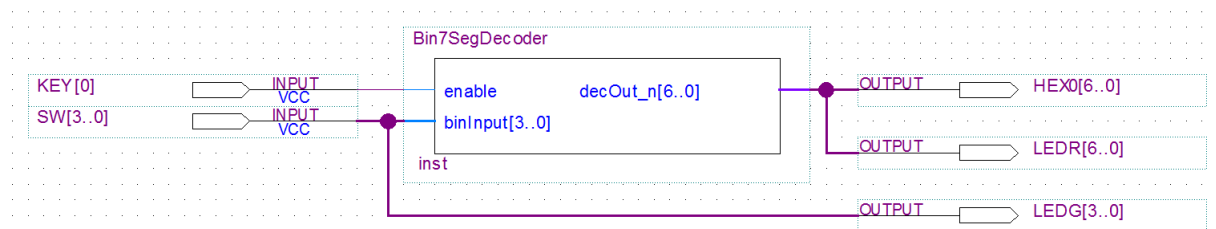

Figura 12 – Instanciação do módulo “Bin7SegDecoder” com *enable* e ligação a pinos da FPGA.
**13.** Edite o módulo *top-level* do projeto (“DisplayDemo.bdf”) para que a entrada *enable* do descodificador seja controlada por um interruptor do *kit* (e.g. KEY(0) – vide Figura 12). Como a interface do módulo “Bin7SegDecoder.vhd” foi alterada, deverá voltar a instanciá-lo.